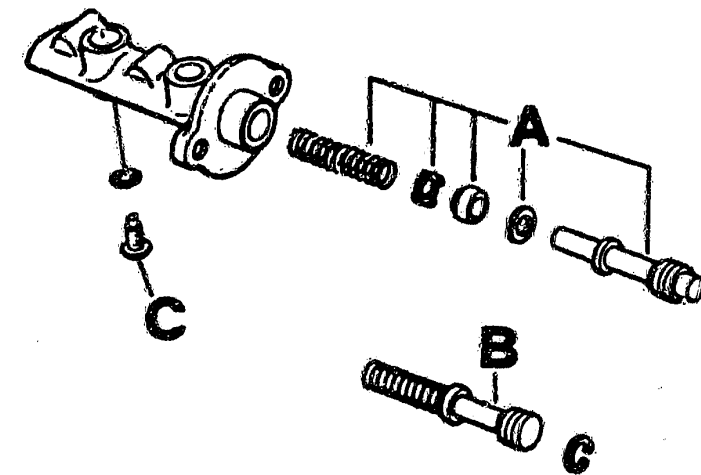

Bild 51 Hauptbremszylinder mit ausgebautem Sekundärkolben (A), Primärkolben (B) und Arretierschraube (C).
a) Der **Hauptbremszylinder** lässt sich leicht ausbauen und in gewohnter Weise revidieren (Bild 51).